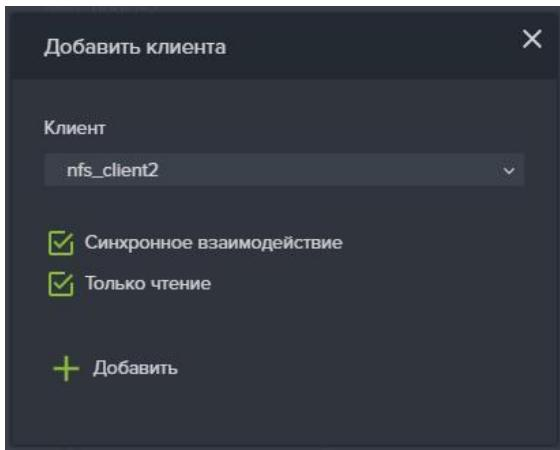

Рисунок 111. Добавление NFS клиента
9. В области «Клиенты» нажать на кнопку «Добавить», откроется окно «Добавить клиента» (см. Рисунок 111).